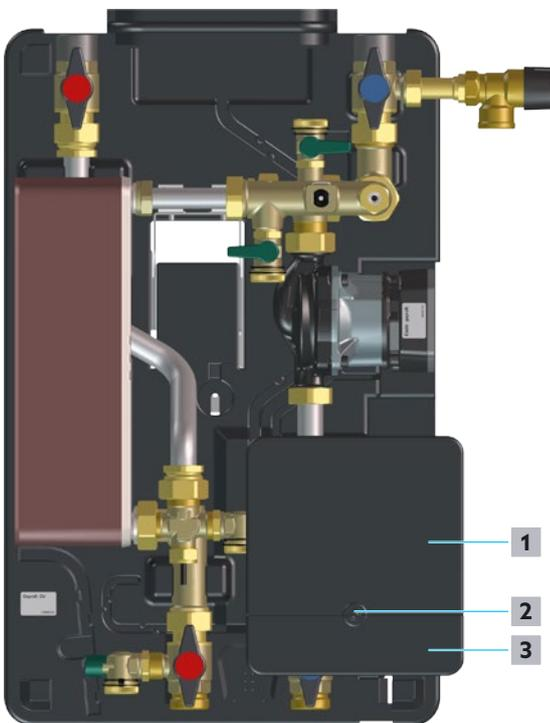

Fig. 29: Ouverture du régulateur
- 4 Desserrer la vis (position 2 sur la Fig. 29 en page 42) et la mettre de côté.
- 5 Faire glisser le capot du panneau de raccordement (position 1 sur la Fig. 29 en page 42) vers le haut, au-delà des ergots d'arrêt.